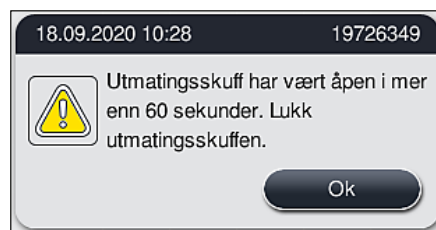

Fig. 91
- Brukeren får en informasjonsmelding (→ "Fig. 91") hvis utmatingsskuffen er åpen i mer enn 60 sekunder.